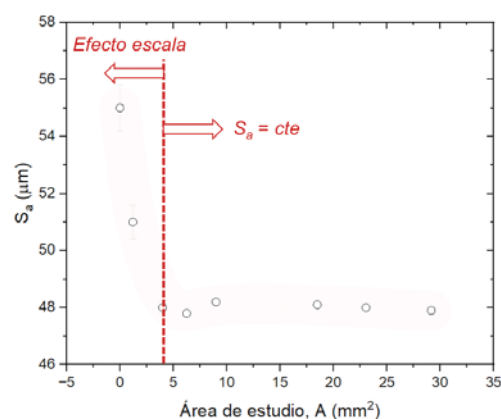

Figura 4. Determinación del RVE para la muestra de CrCo de estudio. Cut-off = 0.08 mm.
Con el fin de poder determinar el RVE de la muestra de CrCo de estudio, se han ido midiendo los valores de S_a en función del área de escaneo (A). Para cada valor que se presenta en la Figura 4, se han realizado un total de cuatro regiones de estudio.
Tal como se aprecia en la Figura 4, el valor de S_a se estabiliza cuando $A = 4 \text{ mm}^2$. En este sentido, cuando el valor de $A < 4 \text{ mm}^2$ (superficie de estudio inferior a los $2 \times 2 \text{ mm}$), donde el valor de S_a va disminuyendo a medida que se incrementa el A. Esto pone de manifiesto que en una superficie de análisis inferior a los $2 \times 2 \text{ mm}$ existe un factor de escala, el cual se atribuye a la presencia de defectos inducidos durante el preprocesado. Sin embargo, cuando $A \geq 4 \text{ mm}^2$ (superficie de estudio igual o superior a los $2 \times 2 \text{ mm}^2$) los defectos superficiales inducidos por el preproceso de fresado no afectan a la medida de S_a de una manera significativa, mientras que el valor que se obtiene es constante y reproducible, independientemente de la zona de observación. A partir de dicho análisis, la superficie de análisis a lo largo del presente estudio será de $2 \times 2 \text{ mm}$, donde el error asociado a la medida de S_a es consistente y no se ve afectado ni por la región de análisis ni por los defectos superficiales inducidos durante el proceso de fresado.
Figura 6. Micrografías LED confocal obtenidas para cada una de las etapas de pulido investigadas. Tanto el ancho como el alto de cada micrografía presentada en la Figura 6 corresponden al valor de A obtenido en la Figura 4 ($A = 4 \text{ mm}^2 - 2 \times 2 \text{ mm}$ de análisis).